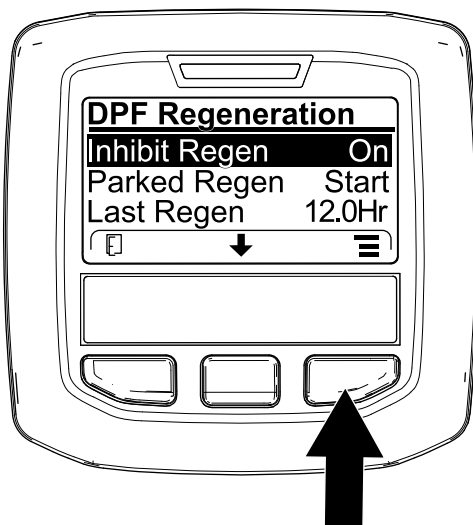
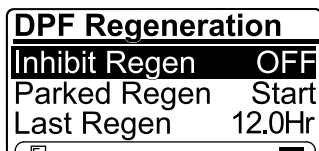

Рисунок 13
Рисунок 14
1. Перейдите в меню DPF Regeneration (Регенерация DPF), нажмите среднюю кнопку, чтобы перейти вниз к опции INHIBIT REGEN (ЗАПРЕТ РЕГЕНЕРАЦИИ), и нажмите правую кнопку, чтобы выбрать опцию Inhibit Regen (Запрет регенерации) (Рисунок 13).
- Нажмите правую кнопку, чтобы изменить настройку запрета регенерации с On (Вкл.) на Off (Выкл.) (Рисунок 13) или с Off (Выкл.) на On (Вкл.) (Рисунок 14).